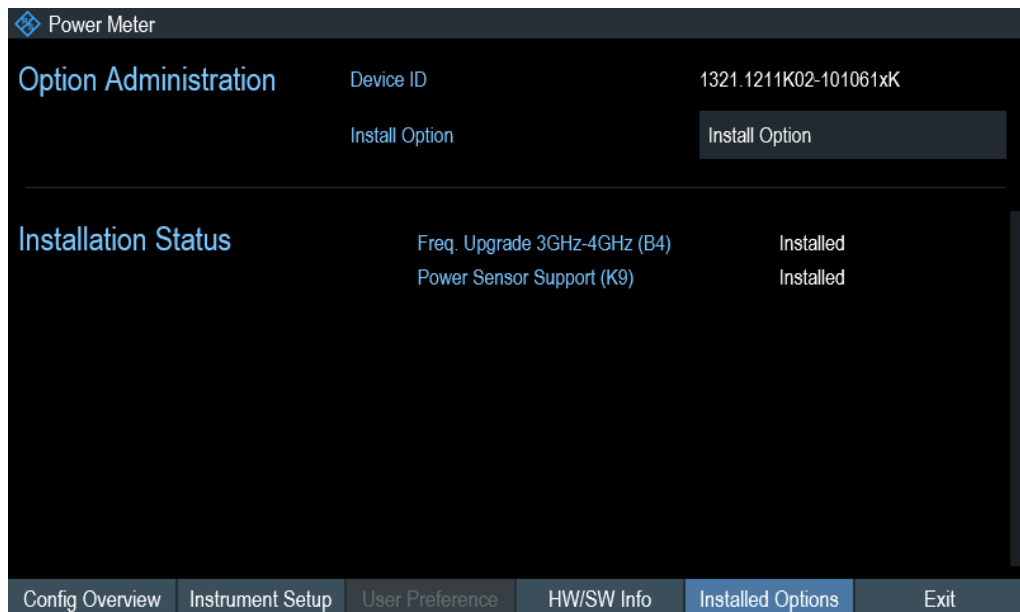

Рисунок 4-3 – Установленные опции
2. Нажмите функциональную клавишу "Installed Options" (установленные опции). Отобразится список доступных опций и информация о текущем состоянии опций. См. рисунок 4-3.